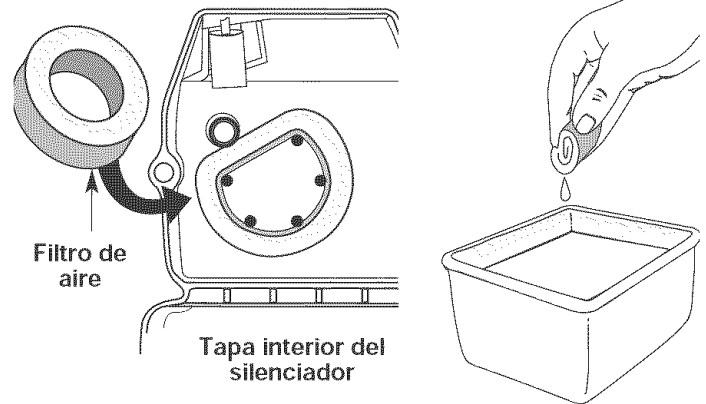

Fig. 14
2. Saque el filtro de aire del interior de la cubierta del silenciador / filtro de aire (Fig. 14).
3. Lave el filtro con agua y detergente (Fig. 14). Enjuague bien el filtro. Escorra el exceso de agua. Déjelo secar por completo.
6. Vuelva a colocar el filtro de aire en el interior de la cubierta del silenciador / filtro de aire (Fig. 14).